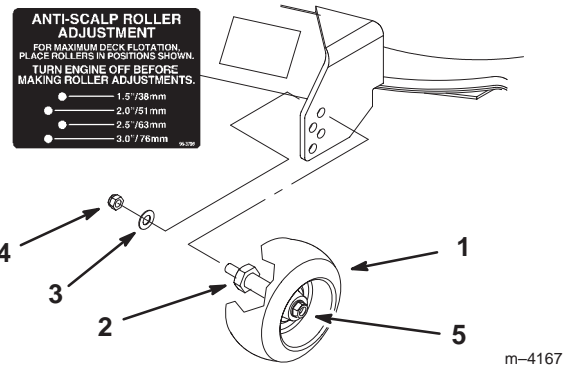

Figure 20
2. Lorsque la hauteur de coupe est réglée, enlevez l'écrou et la rondelle tout en maintenant le goujon avec une clé (Fig. 20).
**Remarque :** N'enlevez pas l'écrou et la rondelle de roue (Fig. 20).
3. Choisissez le trou pour que la roue de jauge se trouve le plus près possible de la hauteur de coupe correspondante voulue (Fig. 20).
4. Remettez l'écrou et la rondelle sur le goujon (Fig. 20).